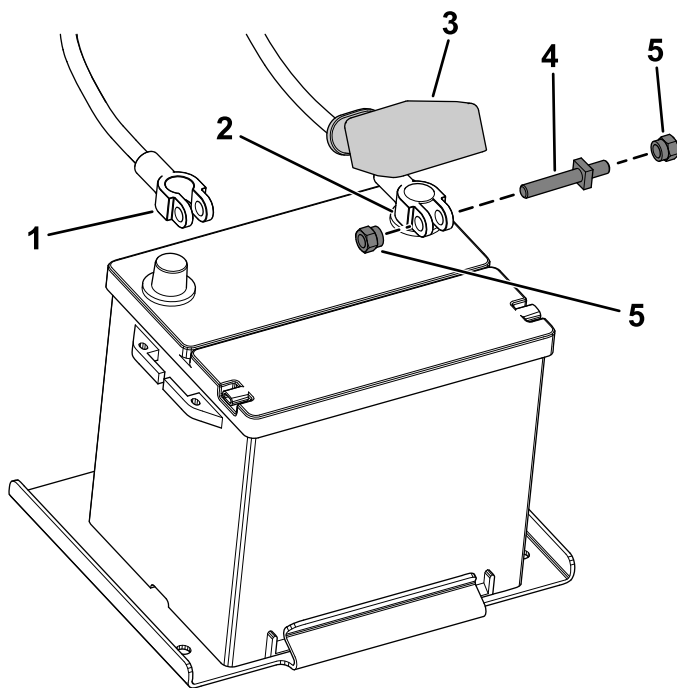

図 4
1. 赤いプラスケーブルをバッテリーのプラス端子に取り付けてボルトとナットで固定する 図 4。
2. プラス端子に絶縁ゴムカバーを取り付ける 図 4。
3. マイナス黒ケーブルをバッテリーのマイナス端子に取り付けてボルトとナットで固定する 図 4。